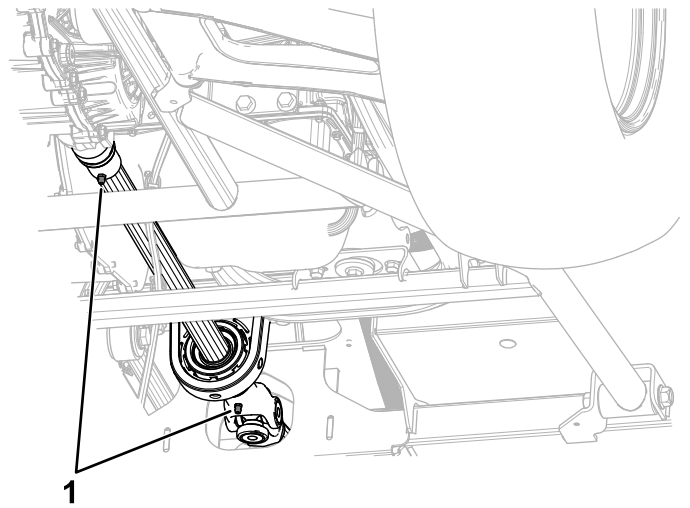

Bild 83
- **Antriebswelle (2),** siehe Bild 83